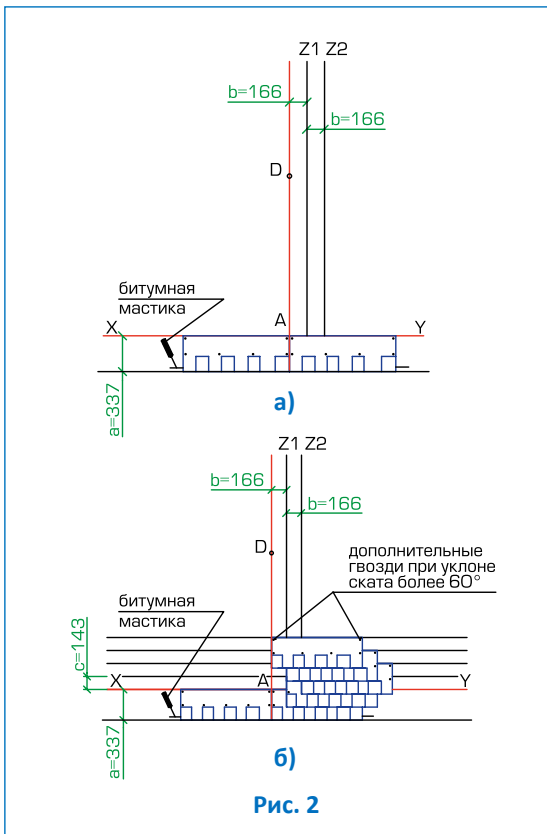

Рис. 2
#### Укладка материала (рис. 2)
- первый ряд черепицы укладывается от линии AD (рис. 2а);
- второй ряд укладывается от линии Z1 (со смещением 16,6 см от AD) (рис. 2б);
- третий ряд укладывается от линии Z2 (со смещением 16,6 см от Z1) (рис. 2б);
- четвертый ряд — от линии Z1 (рис. 2б);
- пятый ряд — от линии AD (рис. 2б);